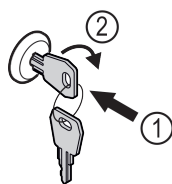

Fig. 86 Représentation à titre d'exemple
- ▶ Insérer la clé Fig. 86 (1).
- ▶ Tourner la clé à 90° dans le sens horaire Fig. 86 (2).